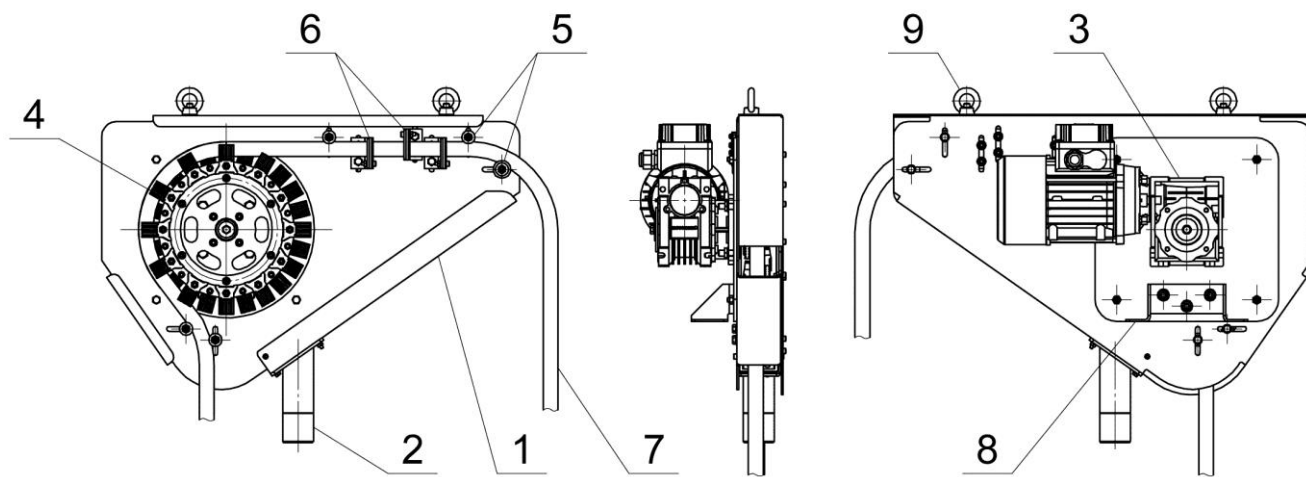

Рис.1 Общий вид
2.1. Общий вид скиммера показан на рис.1